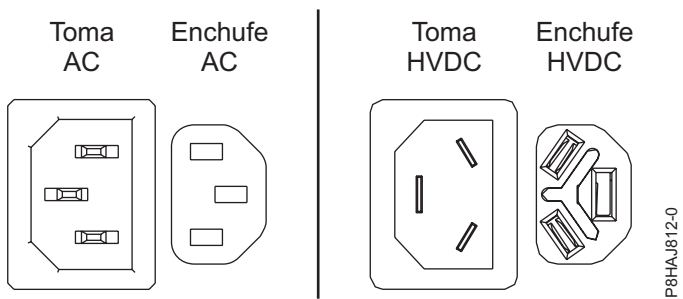
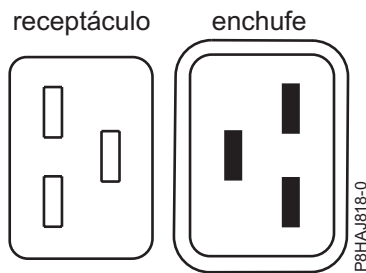
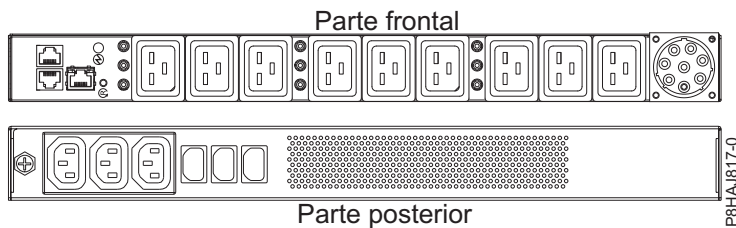

Figura 53. Conectores de CA y HVDC
Figura 54. Conectores para el sistema 8408-44E
Figura 55. PDU para el sistema 8408-44E
En Figura 53 se muestran los conectores admitidos de corriente alterna (CA) y de corriente directa de alto voltaje (HVDC). En Figura 54 y en Figura 55 se muestran los conectores admitidos y la unidad de distribución de alimentación (PDU) para 8408-44E.